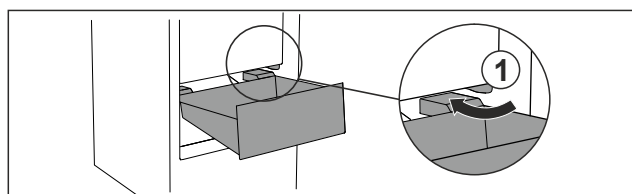

Fig. 92
- ▶ Introducir el cajón inclinado rodeando los topes Fig. 92 (1).